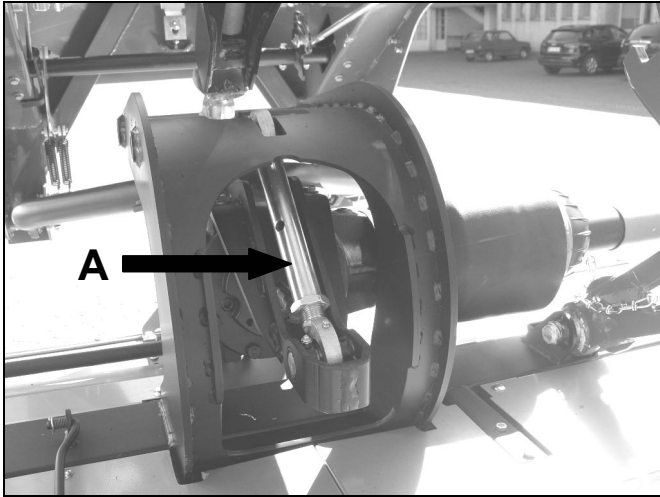
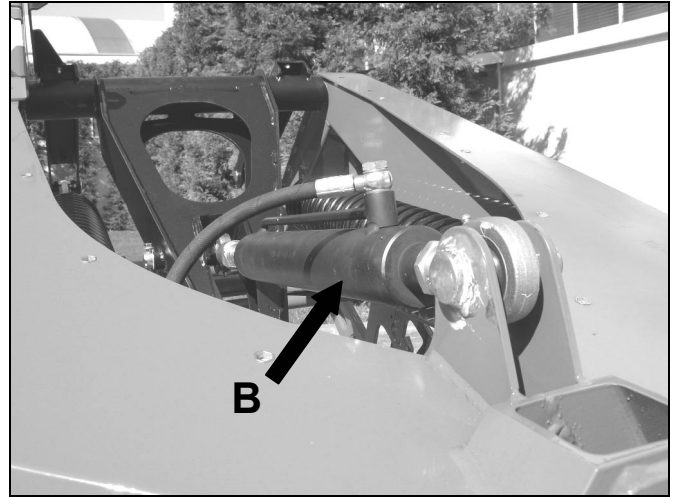

fig.14
fig.15
- Ogni 100 ore ingrassare gli snodi del tirante **A** (fig.14) e del cilindro di sollevamento **B** (fig.15); usare grasso Agip GREASE 30.
- Grease the pivots of tie **A** (fig.14) and lifting cylinder **B** (fig.15) every 100 hours. Use Agip GREASE 30.
- Toutes les 100 heures graisser les joints du tirant **A** (fig. 14) et du cylindre de levage **B** (fig.15) ; utiliser la graisse Agip GREASE 30.
- Cada 100 horas engrasar las articulaciones del tirante **A** (fig.14) y del cilindro de izado **B** (fig.15); usar grasa Agip GREASE 30.
- Die Gelenke der Zugstange **A** (Abb.14) und des Hubzylinders **B** (Abb.15) alle 100 Stunden fetten; Fett der Sorte Agip GREASE 30 verwenden.